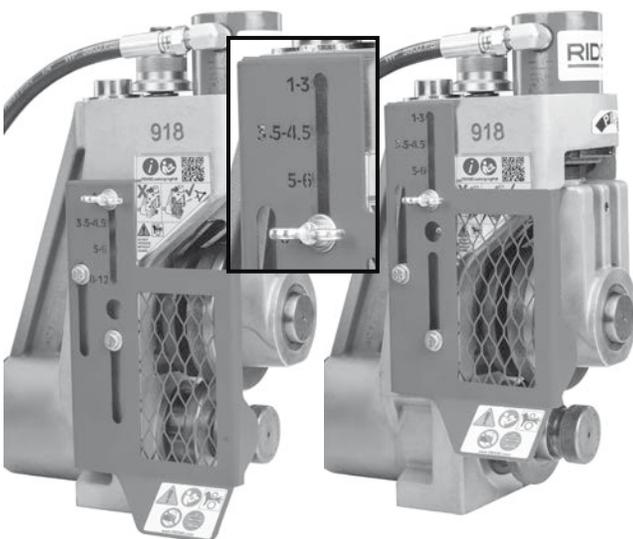

Figura 10 - Impostazione della protezione regolabile
3. Allentare la vite ad alette. Regolare la posizione della protezione in modo che la gamma di dimensioni corretta sia allineata alla posizione della vite ad alette. Regolare correttamente la protezione per ridurre il rischio di intrappolamento e di lesioni gravi (Figura 10).